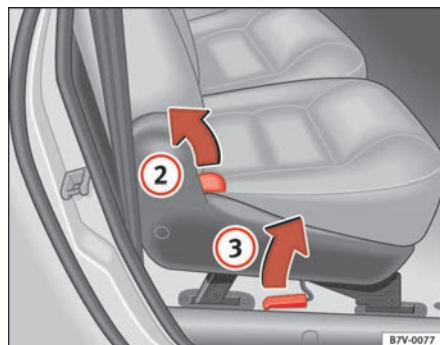
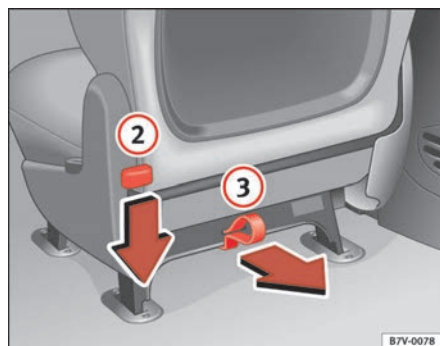

Fig. 90 Lateral del asiento: abatir el respaldo y levantar el asiento
Fig. 91 Parte trasera del asiento: abatir el respaldo y levantar el asiento
- Tire hacia arriba de la palanca de bloqueo situada en la banqueta ⇒ fig. 90 (2) o presione hacia abajo la palanca situada en la parte trasera del asiento ⇒ fig. 91 (2).
- Tire hacia arriba de la palanca de bloqueo situada en la banqueta ⇒ fig. 90 (3) o tire del lazo situado en la parte trasera del asiento ⇒ fig. 91 (3).